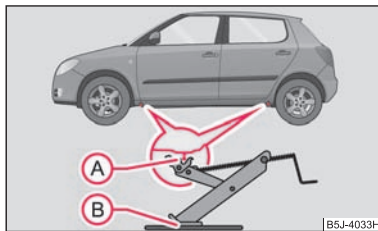

Abb. 156 Radwechsel: Aufnahmepunkte für den Wagenheber
- Wählen Sie zum Ansetzen des Wagenhebers den Aufnahmepunkt - Einprägung im Unterholm, der dem defekten Rad am nächsten liegt ⇒ **Abb. 156.**